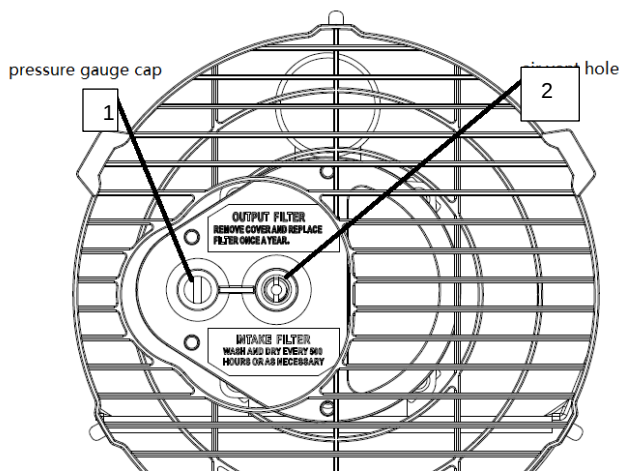

Fig.5
### Reglarea presiunii compresorului (Fig. 5)
**INSTALARE LA ALTITUDINI MARI:** Datorită ratei mai mici de oxigen, în cazul instalării la mare altitudine față de instalarea la nivelul mării, poate fi necesară reducerea presiunii compresorului (fig. 5). Acest reglaj de setare poate fi necesar pentru a menține o bună ardere în ciuda lipsei de oxigen.